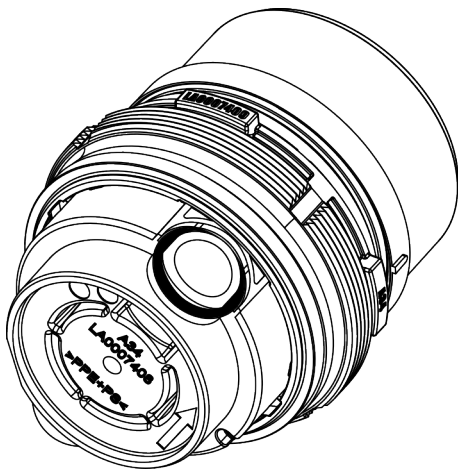

Abbildung 11. Dichtung A34
2. Korrekten Sitz des O-Rings an der Auslassseite der Strömungsumlenkung prüfen und ggf. korrigieren (Abb. 11).